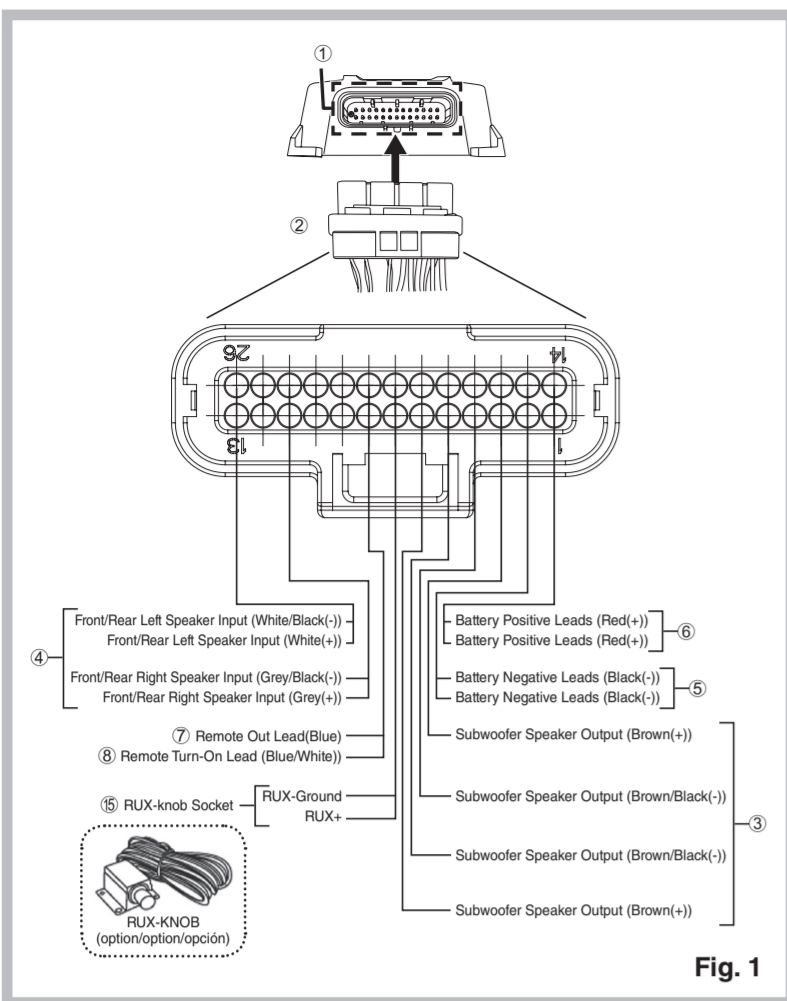

Fig. 1
INSTALLATION (Fig. 1 - Fig. 2)
- Fixez l'unité à l'aide des quatre vis autotaraudeuses (M4 x 12). Reportez-vous à la Fig. 1.B
CONNECTIONS (Fig. 1)